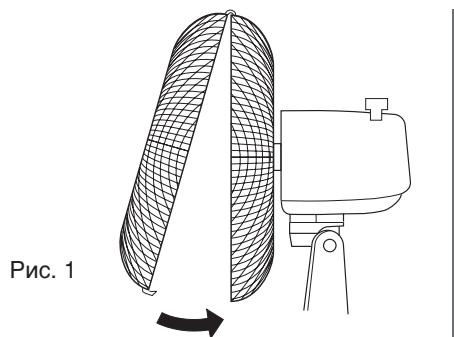

Рис. 1
- Совместите переднюю решетку 1 с задней 6, вставив ее в специально предусмотренный держатель, рис. 1. Совместите два отверстия в двух рамках решетки 2 и соедините их при помощи блокировочного винта и гайки 16. Затем заблокируйте решетки специальными замыкающими защелками 17.